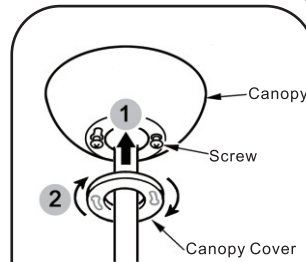

Fig.17
NOTA: El Sistema universal de control remoto de mano está equipado con una función de la frecuencia de aprendizaje que tiene **1024** códigos combinaciones para evitar posibles interferencias de otros equipos de remoto. La frecuencia de su receptor y el transmisor se han pre ajustado en la fábrica (Fig.17). No es necesario el cambio de frecuencia, Si desea instalar otro ventilador dentro de la misma casa con un código de frecuencia separado, por favor consulte la sección "Hay interferencia de las frecuencias" de solución de problemas de este manual para aprender a cambiar la frecuencia.
Paso 3. Alinee el agujero circular de la cubierta con el otro orificio en el soporte colgante, asegure apretando los dos tornillos de fijación. (Fig.17)